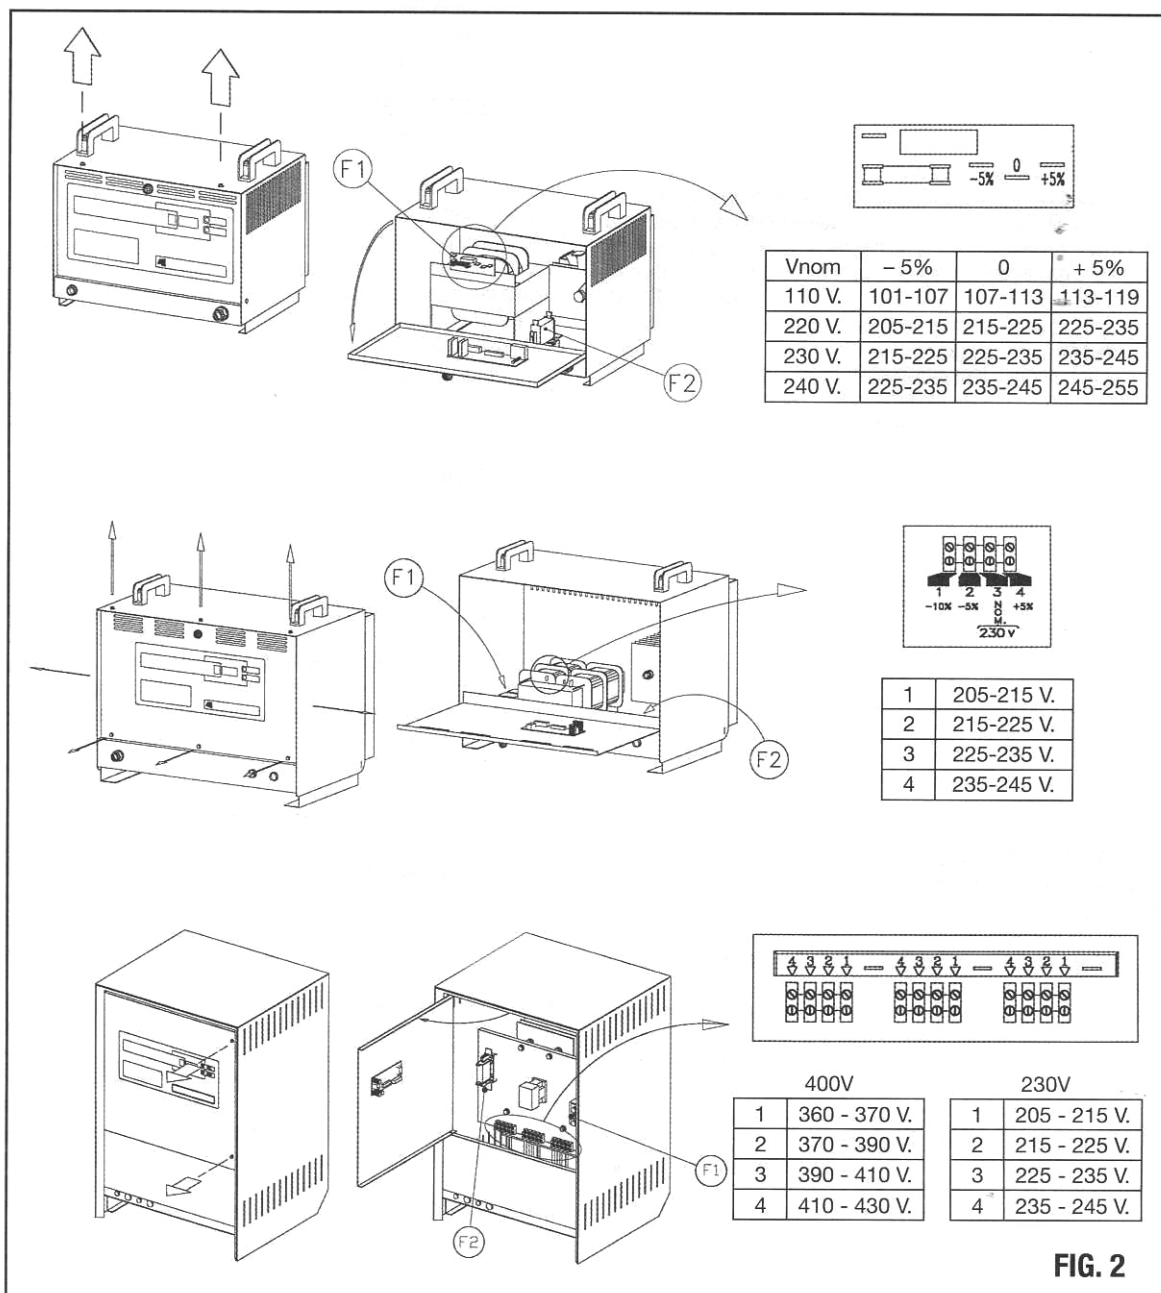

FIG. 2
Per adattare il raddrizzatore alle normali variazioni della tensione di rete (+/- 10% rispetto al valore nominale) aprite il raddrizzatore (vedi Fig. 2) e spostate il filo BLU (3 fili nel caso di raddrizzatori trifase) nella posizione ricavata dalla tabella riportata in figura. Questa operazione è fondamentale per un corretto funzionamento e deve essere effettuata solo in fase di installazione.
Il collegamento alla batteria deve essere fatto rispettando la polarità (filo rosso al +, filo nero al -). Un collegamento errato provoca l'immediato intervento del fusibile F2 (Fig. 2) che deve essere sostituito con uno del medesimo valore. Se dovete utilizzare prolunghe interpellate il costruttore.
**"5 Err"** indica che il fusibile d'uscita F2 (vedi Fig.2) è bruciato. Sostituire il fusibile.
**"7 Err"** indica l'assenza di tensione di rete. Questo può essere dovuto ad una semplice interruzione, alla spina non inserita o al fusibile F1 bruciato (Fig. 2). Lo stato si sblocca automaticamente quando ritorna la tensione di rete.